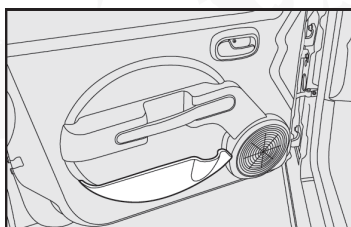

fig. 53
En la consola central hay dos compartimientos para colocar, con el vehículo detenido, vasos o latas de bebidas A-fig. 53. No coloque objetos cuya altura pueda interferir con la operación de la palanca de cambios (botellas con agua por ejemplo).
- En los paneles internos de las puertas fig. 53;